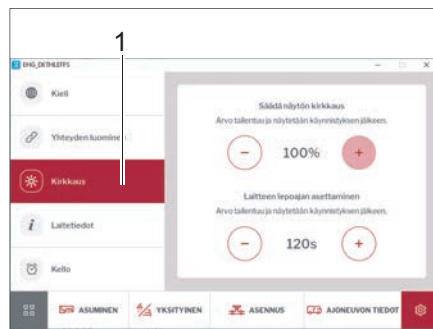

Bild 268 Ljusstyrka
- Klicka på knappen *Ljusstyrka* (Bild 268,1).